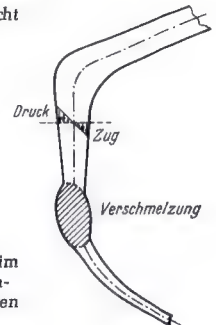

Bild 3. Kolbenecke im Schnitt; Glasvorspannungen im luftgefüllten Zustand
- In der Zeile oberhalb von Bild 3 muß es heißen:
der Bildschirmwanne besonders dick gemacht worden und außerdem werden während des Verarbeitungsprozesses in der Glashütte durch Anblasen des heißen, oberhalb des Transformationspunktes liegenden Glases darin gewünschte Vorspannungen erzeugt. An der Innenseite entsteht dabei ein dreiachsiger Zug- und an der Außenseite ein dreiachsiger Druckspannungszustand. In Bild 3 sind diese Spannungen für eine Ebene dargestellt. Im evakuierten Zustand lastet der Außendruck auf dem Kolben. Die dadurch im Glas auftretenden Spannungen werden jedoch durch die Vorspannungen herabgesetzt. Da Glas besonders kerbempfindlich ist, sind nur etwa 10mal niedrigere Zug- als Druckspannungen erlaubt, und man darf die maximal zulässige Zugspannung von $\sigma = 100 \text{ kg/cm}^2$ nicht überschreiten.